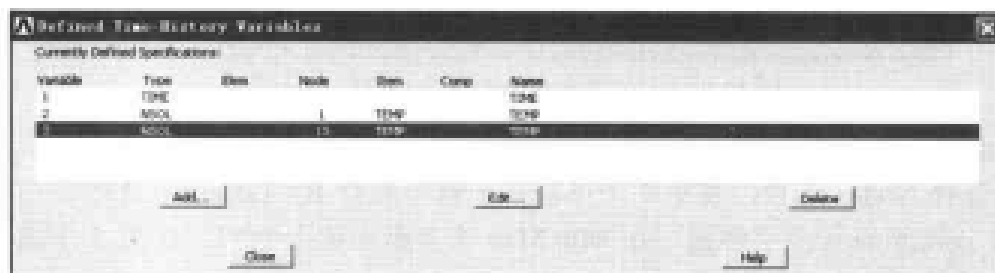

图 13-124 已定义的时间历程变量结果显示
(21) 单击 Defined Time-History Variables 上的 Add 按钮, 出现 Add Time-History Variable 对话框, 选中 Nodal DOF result 单选按钮, 单击 OK 按钮, 出现 Define Nodal Data 菜单, 在文本框中输入 NODE2, 单击 OK 按钮, 出现 Define Nodal Data 对话框, 采用其默认设置, 单击 OK 按钮关闭该对话框。
(22) Defined Time-History Variables 对话框上的输入结果如图 13-124 所示, 单击 OK 按钮关闭该对话框。